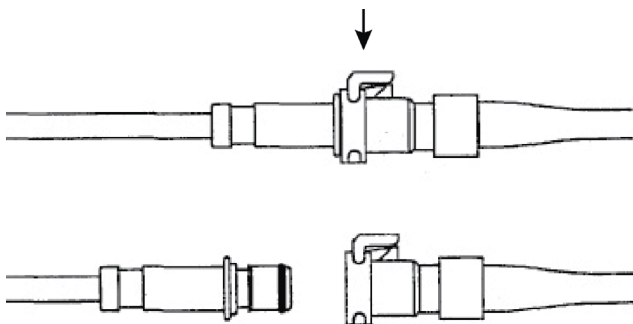

Figure 1-8: Disconnecting couplings
2. Pour déconnecter, appuyer sur la patte (A) du raccord femelle. Les raccords se déconnectent partiellement.
3. Tirer sur le raccord mâle pour le déconnecter (Figure 1-8 à la page 15).